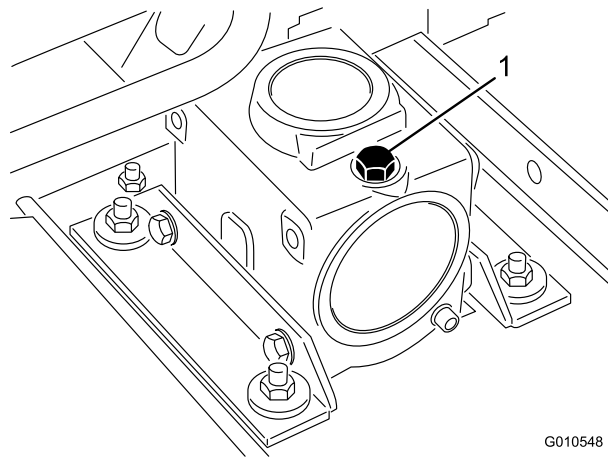

Figure 13
2. Retirez la jauge/le bouchon de remplissage du haut du réducteur (Figure 13) et vérifiez que le niveau de lubrifiant se situe entre les repères de la jauge. Si le niveau de lubrifiant est bas, ajoutez suffisamment de lubrifiant pour faire monter le niveau entre les repères.